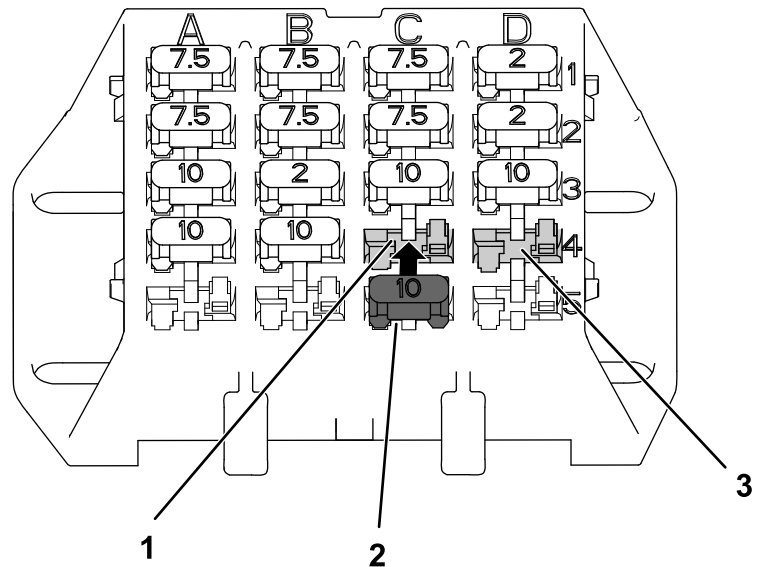

Figure 13
1. Insérez le fusible de dans l'emplacement C4 du porte-fusibles (Figure 13).